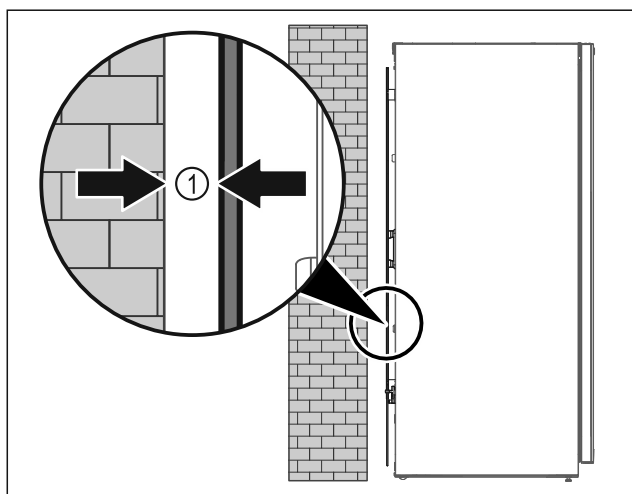

Fig. 5
- ▶ Uzstādiet ierīci vai nu kā brīvstāvošu ierīci, vai tieši pie sienas 5 mm Fig. 5 (1) minimālā atstatumā no tās.